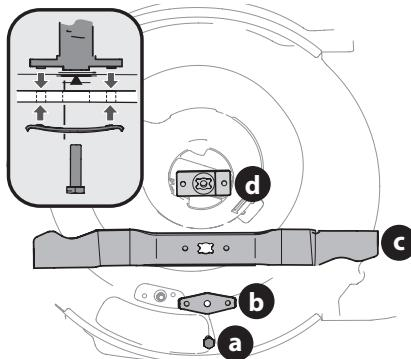

Figura 25
4. Retire el perno (a) y el soporte de campana de la cuchilla (b) que sostienen la cuchilla y el adaptador de la cuchilla al cigüeñal del motor (Figura 25).
5. Retire la cuchilla (c) y el adaptador de la cuchilla (d) del cigüeñal (Figura 25).
7. Lubrique el cigüeñal del motor y la superficie interna del adaptador de la cuchilla con aceite ligero (Figura 25 inset).